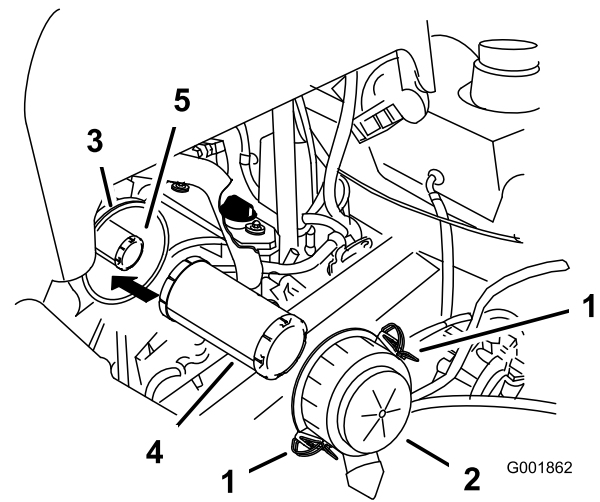

Figure 44
4. Ouvrez les dispositifs de verrouillage du filtre à air et enlevez le couvercle du corps du filtre (Figure 44).
6. Sortez l'élément principal du corps du filtre avec précaution (Figure 44). Évitez de cogner l'élément à l'intérieur du corps.
1. Ne nettoyez pas l'élément – remplacez-le (Figure 44).